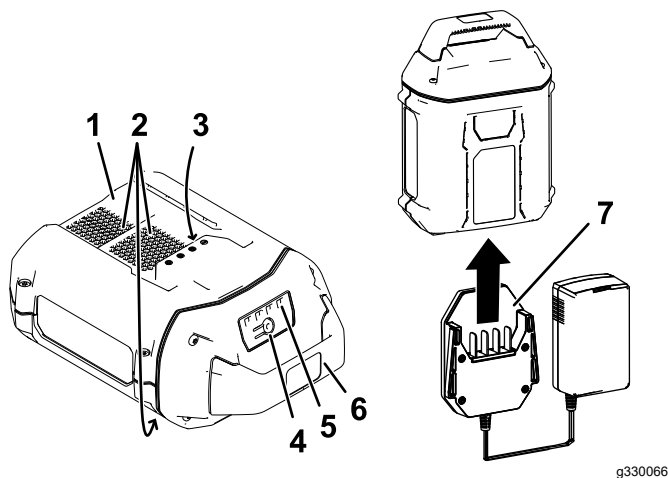

Figure 14
2. Alignez le chargeur sur la cavité au dos de la batterie (Figure 14).
3. Glissez le chargeur dans la batterie jusqu'à ce qu'il soit complètement enclenché (Figure 14).